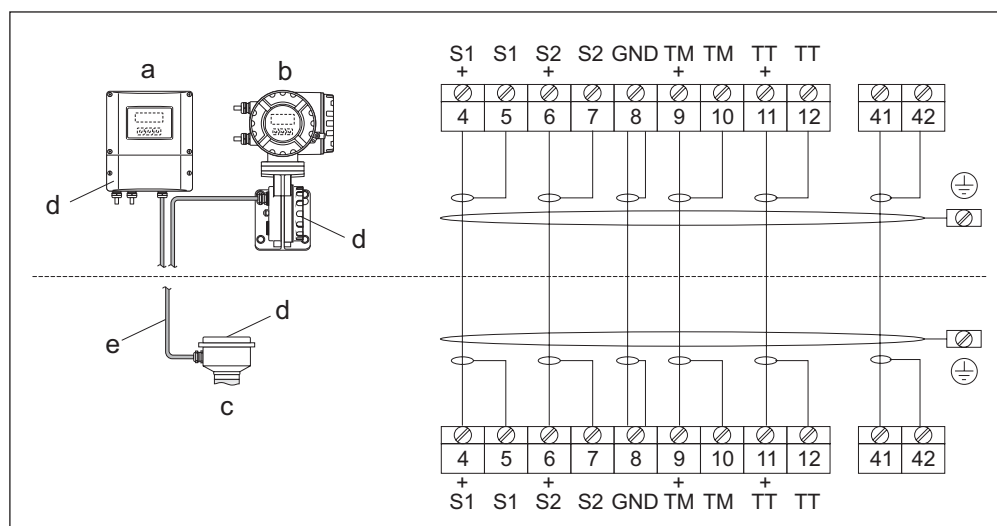

Рис. 20. Подключение расходомера в раздельном исполнении
3. Выполните подключение сенсора к трансмиттеру в соответствии со схемой соединений (см. рис. 20 или схему соединений на резьбовой крышке).